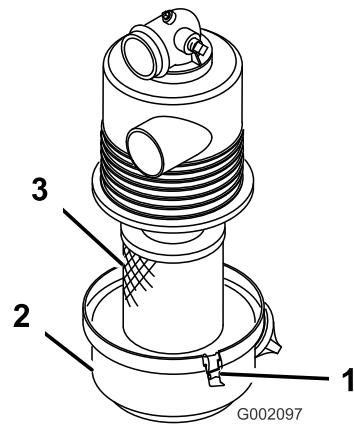

Figura 24
2. Verifique se existe algum dano no filtro de ar que possa provocar uma fuga de ar. Certifique-se de que a cobertura do filtro de ar se encontra corretamente colocada no respetivo corpo (Figura 24).
3. Liberte os trincos que fixam a cobertura do filtro de ar à respetiva caixa (Figura 24).
- Separar a cobertura do filtro de ar da caixa e limpe o interior da cobertura (Figura 24).